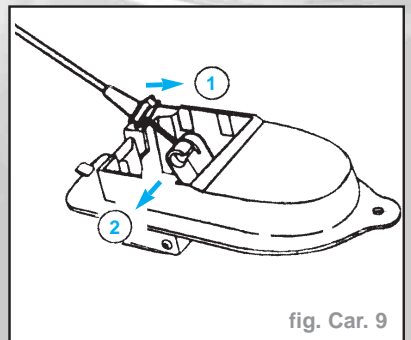

fig. Car. 9
- Désaccoupler le câble de commande de la serrure (fig. Car. 9) :
- dégager la gaine (1),
- désaccoupler le câble (2).